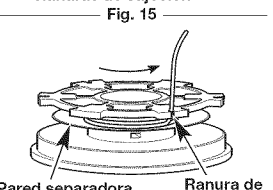

Fig. 16
- Inserte el extremo de la línea en el agujero superior del carrete interior (Fig. 16).